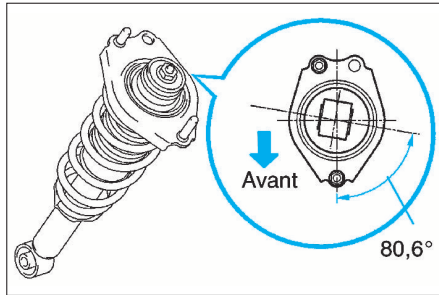

FIG. 21
- Reposer le palier de fixation de manière à ce qu'il soit aligné avec le coussinet inférieur (fig. 21).